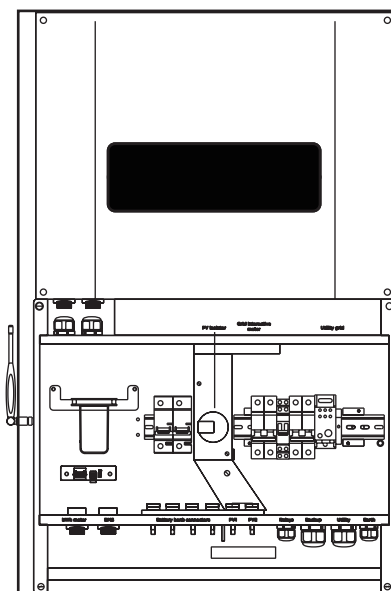

Figura 7: Montagem do inversor
- Aparafuse a antena no conector SMA no lado esquerdo do inversor como mostra a Figura 7.